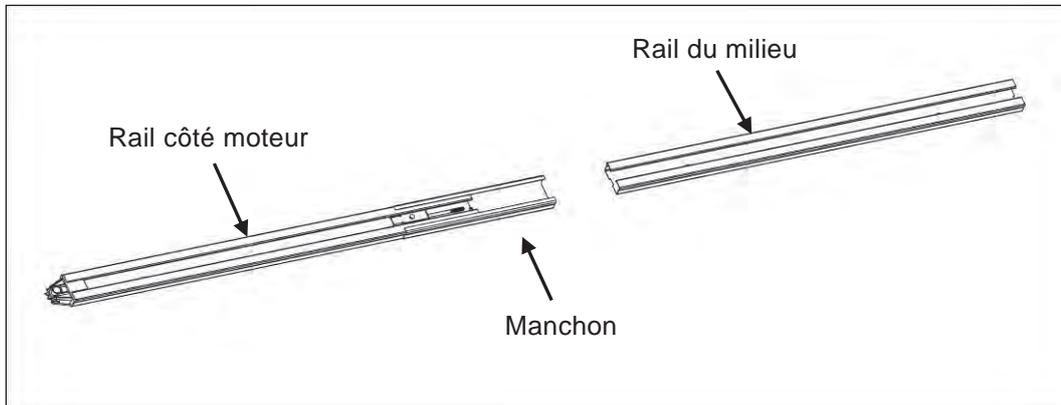

Fig. 7
1. Comme sur la figure 7, faites glisser l'extrémité du rail dans le 1er manchon, faites de même avec le rail du milieu.